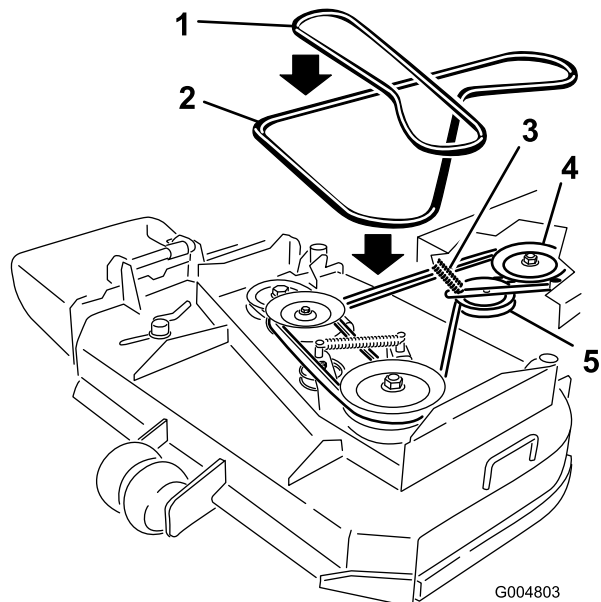

Figure 40
6. Retirez la courroie de la poulie centrale sur le plateau de coupe (Figure 40). Procédez avec précaution lors du retrait de la courroie, car la tension est augmentée par la poulie de tension rappelée par ressort.
7. Retirez la courroie de la poulie de moteur et la poulie de tension rappelée par ressort (Figure 40).
8. Placez une courroie neuve sur la poulie de moteur et la poulie de tension rappelée par ressort (Figure 40).
9. Installez la courroie sur la poulie centrale du plateau de coupe (Figure 40). Procédez avec précaution lors de la repose de la courroie, car la tension est augmentée par la poulie de tension rappelée par ressort.